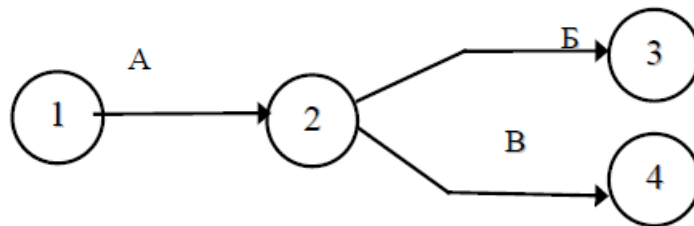

Рисунок 11 – Правило построения стрелочной диаграммы 3
3. Если результат работы А необходим для выполнения работ Б и В, то эта часть сетевого графика изображается так (рис.11):